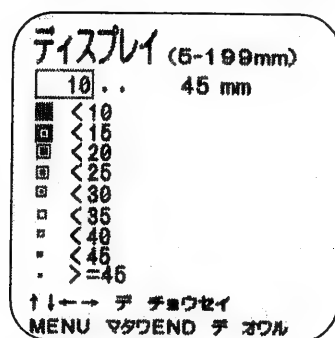

図17
7. 6. 6. ディスプレイの設定は、図11を表示させたあと、☐ ディスプレイにカーソルを合わせSTARTキーを押してください。図17が表示されます。